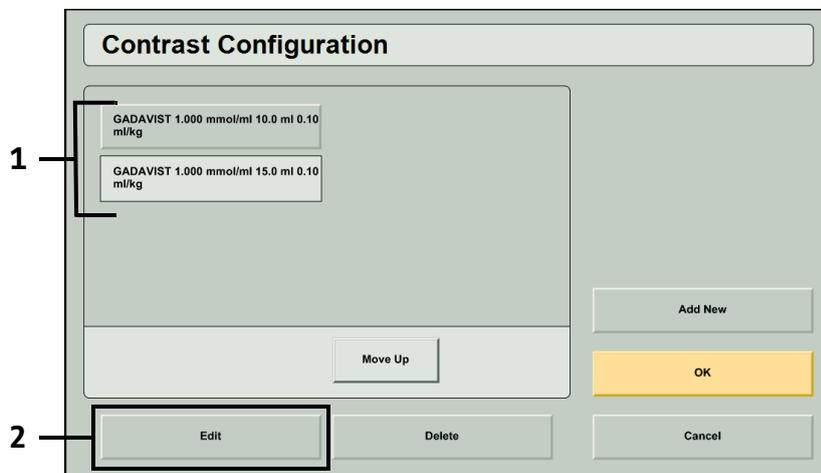

Figura 2 - 2: Selezionare un tipo di mezzo di contrasto esistente da modificare
3. Modificare le informazioni per ognuno dei seguenti elementi selezionando una scheda a sinistra dello schermo e inserire i parametri (vedere Figura 2 - 3):
- ◆ Contrast Name (Nome del mezzo di contrasto): selezionare un nome del mezzo di contrasto esistente dall'elenco (3) o aggiungere un nuovo nome del mezzo di contrasto selezionando **Add New** (Aggiungi nuovo) (4) e inserendo il nome del mezzo di contrasto mediante la tastiera che appare sullo schermo. Selezionare **Enter** (Invio) per salvare il nuovo nome del mezzo di contrasto nell'elenco. Selezionare il nome del mezzo di contrasto dall'elenco.